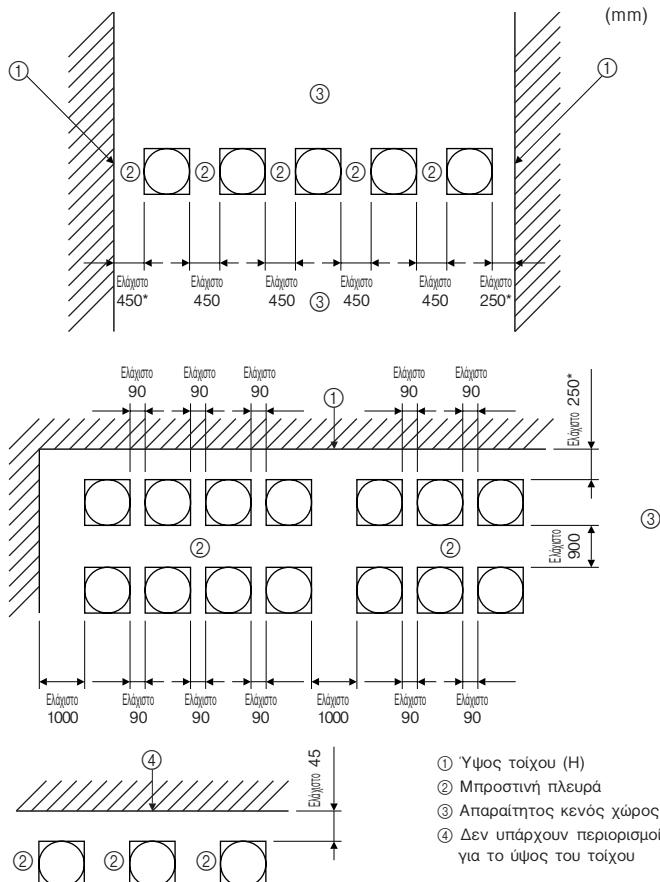

Fig. 2-8
2.4.2. Εγκατάσταση πολλών εξωτερικών μονάδων (Fig. 2-8)